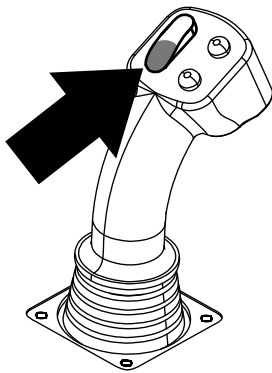
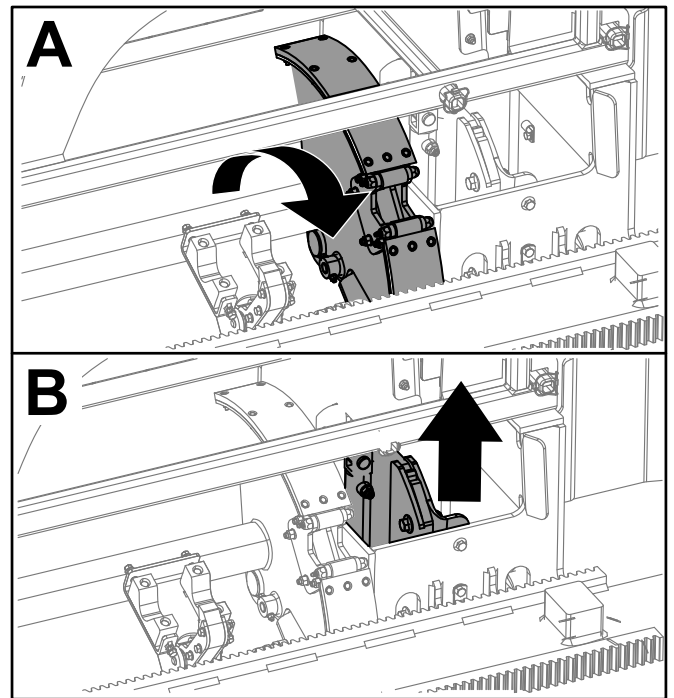

Figura 30
Figura 31
- Mantenga pulsada la sección inferior del interruptor basculante (Figura 30) hasta que el conjunto de leva gire hacia delante del todo hasta el soporte y los elevadores levanten el tubo restante hasta el portatubo (Figura 31).